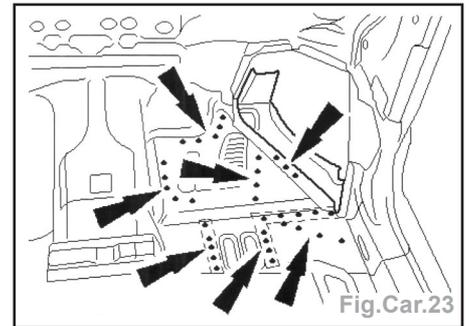

Fig.Car.23
- Souder le longeron par bouchonnage (flèches) (Fig.Car.23).